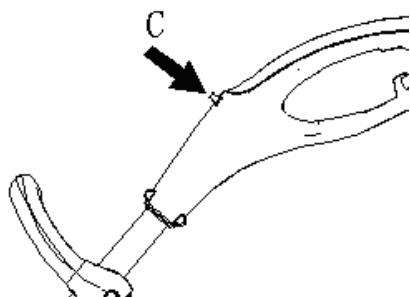
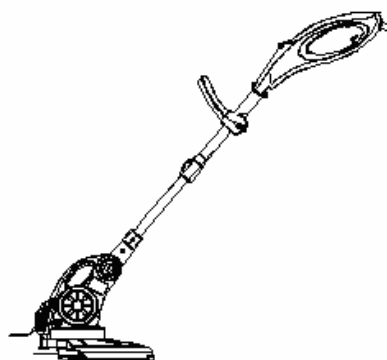
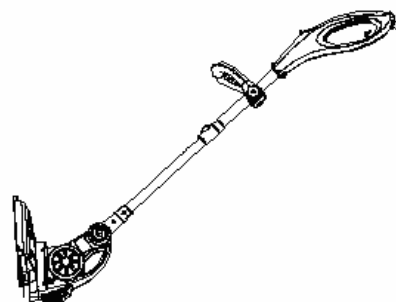

Fig. 8
Fig.9 (mode normal débroussailleuse)
Fig. 10 (mode coupe-bordure)
2. Poussez sur le bouton de conversion coupe-bordure (C) (Fig. 8) et faites pivoter l'ensemble poignées. (Fig. 9 mode normal débroussailleuse et Fig. 10 mode coupe-bordure)